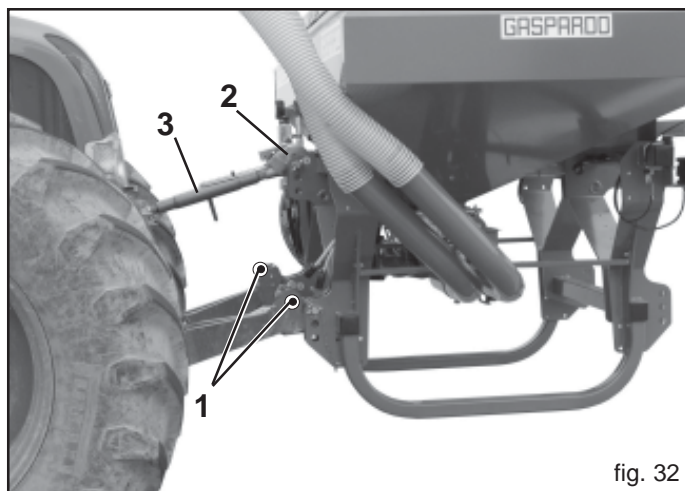

fig. 32
- 1) Die Hubvorrichtungsstangen in die vorhandenen Bolzen einhängen (1, Abb. 32) und mit den Sicherheitssplints blockieren.
- 2) Den oberen dritten Punkt (2, Abb. 32) ankuppeln. Der Stift muß durch seinen Splint blockiert werden; mit der Einstellzugstange (3, Abb. 32) die Maschine senkrecht zum Boden ausrichten (Abb. 34).